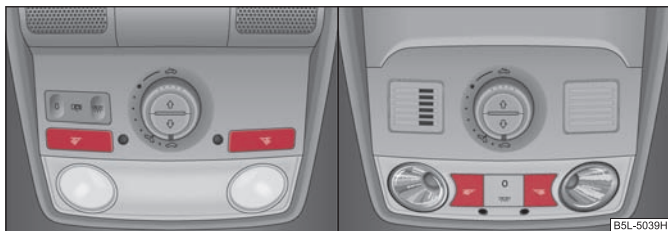

Fig. 52 Lamparitas de lectura delanteras
- La lamparita de lectura derecha o bien izquierda se enciende o apaga pulsando el conmutador  ⇒ fig. 52. ■